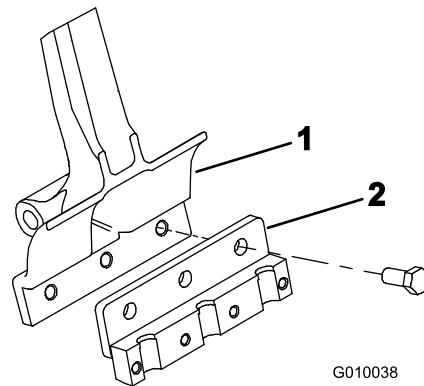

Figure 22
- Fixez un porte-louchets sur chaque bras d'aération (Figure 22) à l'aide de 3 boulons ($\frac{1}{2}$ " x $\frac{1}{4}$ "). Serrez les boulons à 101,6 N·m.